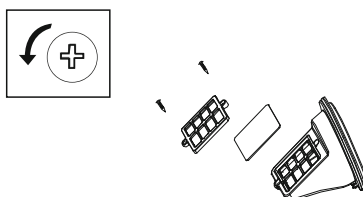

Fig. 14
2. Svitare il coperchio di plastica (fig. 14).